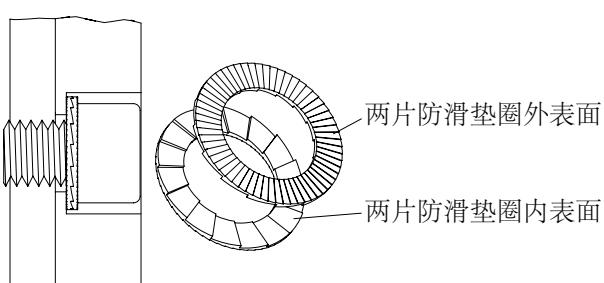

图 17 Nord-Lock®防松垫圈的正确安装位置
请注意防滑垫圈的方向是否正确 (图17. Nord-Lock®防松垫圈的正确安装位置)。要按要求使用紧固扭矩!
2. 推入叶轮 (6).
3. 装上O形圈 (5).
4. 插入叶轮垫圈 (2).
5. 装上O形圈 (4).
6. 安装防滑垫圈 (3), 注意防滑垫圈的方向 (见图17. Nord-Lock®防松垫圈的正确安装位置) 正确。
7. 使用56Nm扭矩锁紧凹头螺丝 (1)。